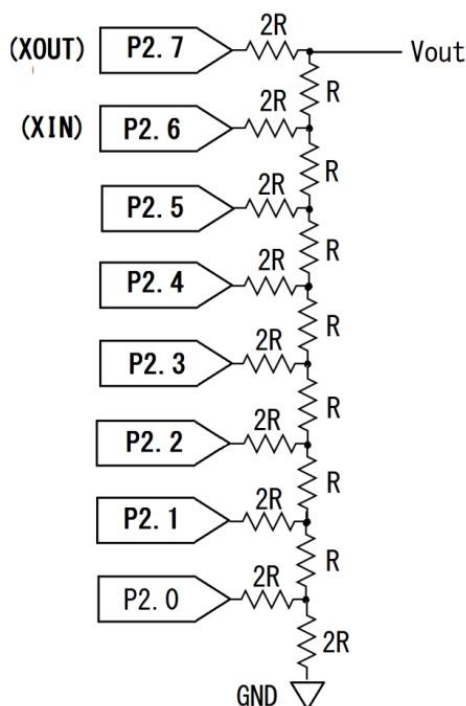
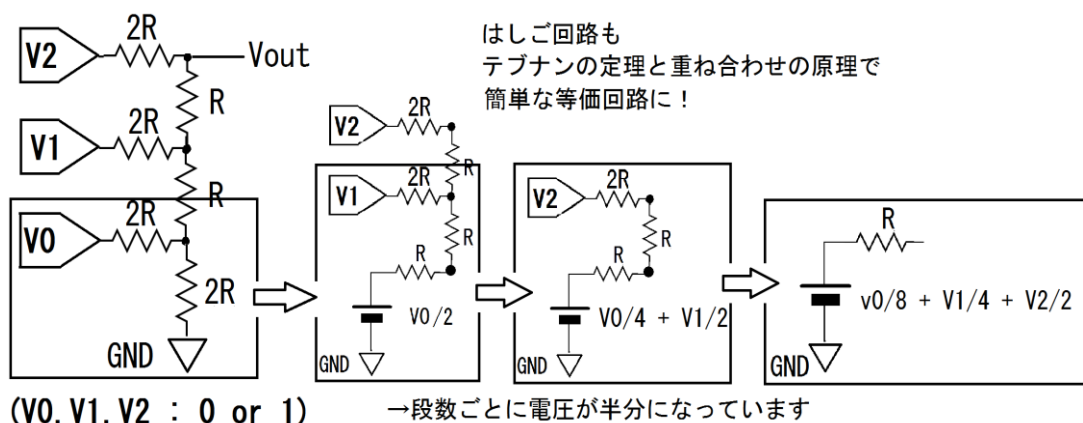

図 5. R-2R ラダー回路
図 10. 3 段の R-2R ラダー回路の解き方
テブナンの定理と重ね合わせの原理を用いると、図 10. のように連鎖的に求められることがわかります。つまり、抵抗分圧により階段の段数の分だけ出力電圧が半分になり、内部抵抗は並列抵抗により R のままとなります。
図 10. では 3 段しか求めていませんが、8 段でも同様にして求められます。ちなみに 図 5. R-2R ラダー回路の場合、P2. x の端子電圧を  $V_x$  とおくと式①になります。式からもわかるかと思いますが、ちょうど 8bit の表現ができます。一つ注意したいのが、 $V_{out}$  の最大の電圧は、 $255/256$  となります。
R-2R ラダー回路の波形をオシロスコープで確認するため、R-2R ラダー回路を作成します。図 5. の回路図にならってラグ板に対して  $20k\Omega$  と  $10k\Omega$  をはんだ付けしました。
6 実は悪い例です。8bit だからといって、8P のラグ板をうっかり買うとこうなります。10P のラグ板などを買くと、図 5. のようにきれいなはしごになります。